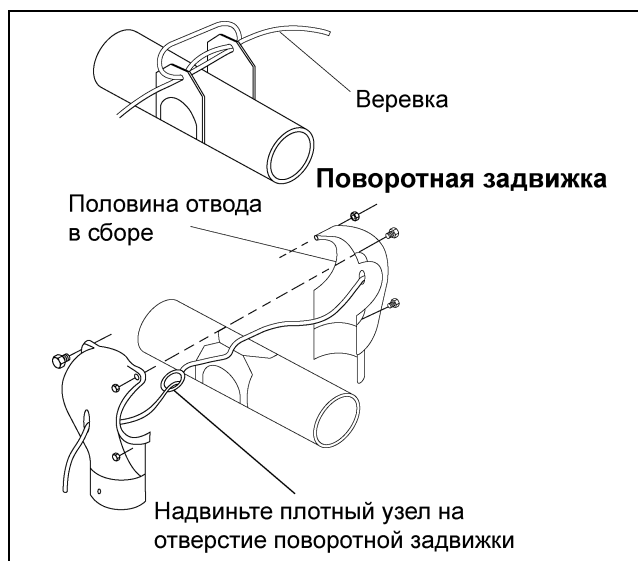

Рисунок 5М Установка комплекта отвода
2. Пропустите веревку через концы поворотной задвижки, как показано на рис. 5М, и свяжите концы задвижки так, чтобы длина веревки с обеих сторон была одинаковой.